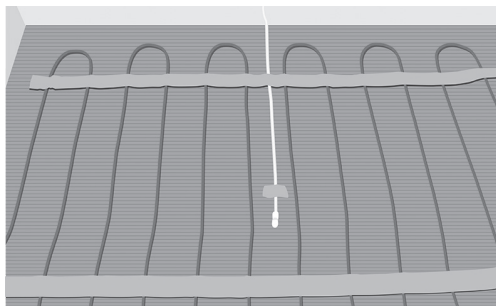

Fig. 9. Plasser ledningsrør/føleren mellom to kabler
12. Plasser og fest røret til gulvføleren hvis det ikke er installert noe ledningsrør. Forsegl enden av ledningsrøret. Sørg for å plassere røret/føleren mellom to varmekabler (Fig. 9).